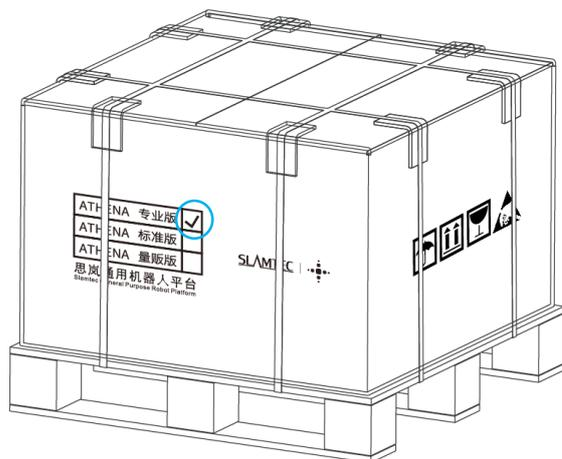
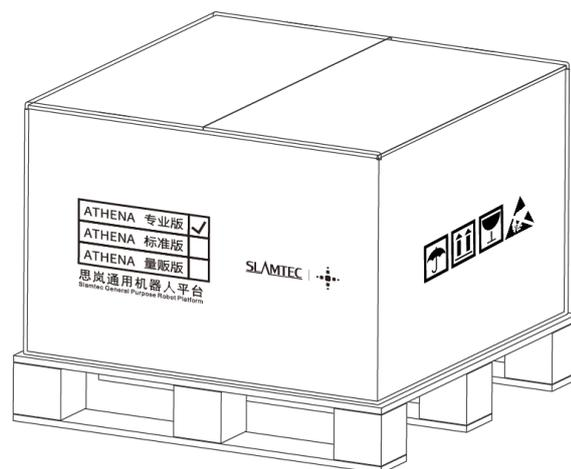

图 1
图 2
1. 如图 1，收到 Athena 机器后，请检查包装箱是否完好以及外箱 Athena 样右侧的选框内是否打钩（图 1 蓝圈所示），确认包装完整且箱内为 Athena 后，用打包钳将打包带剪断，移除所有打包带及纸护角后如图 2 所示。